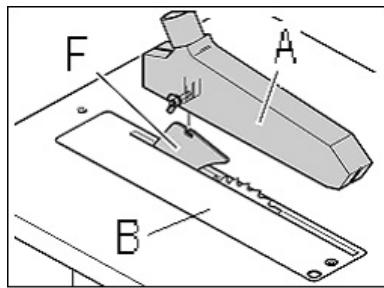

Рис.16
Закрепите задний кожух пильного диска (А, Рис.16) с помощью 1 винта с плоской головкой, 1 шайбы и 1 барашковой гайки на расклинивающем ноже (F).